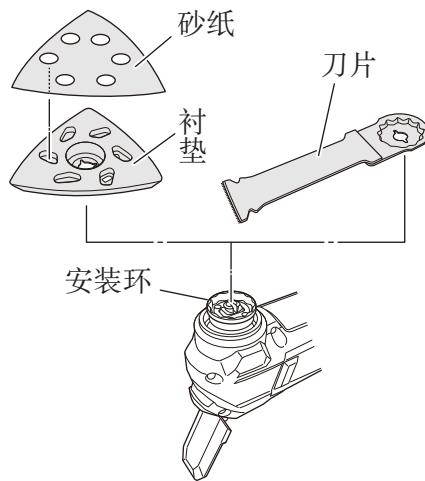

图10
(2) 将应用工具安装到安装环上。可按 $30^{\circ}$  的增量设置应用工具的安装角度。（图10）
(4) 将砂纸粘贴到打磨衬垫上，对齐孔。（图10）